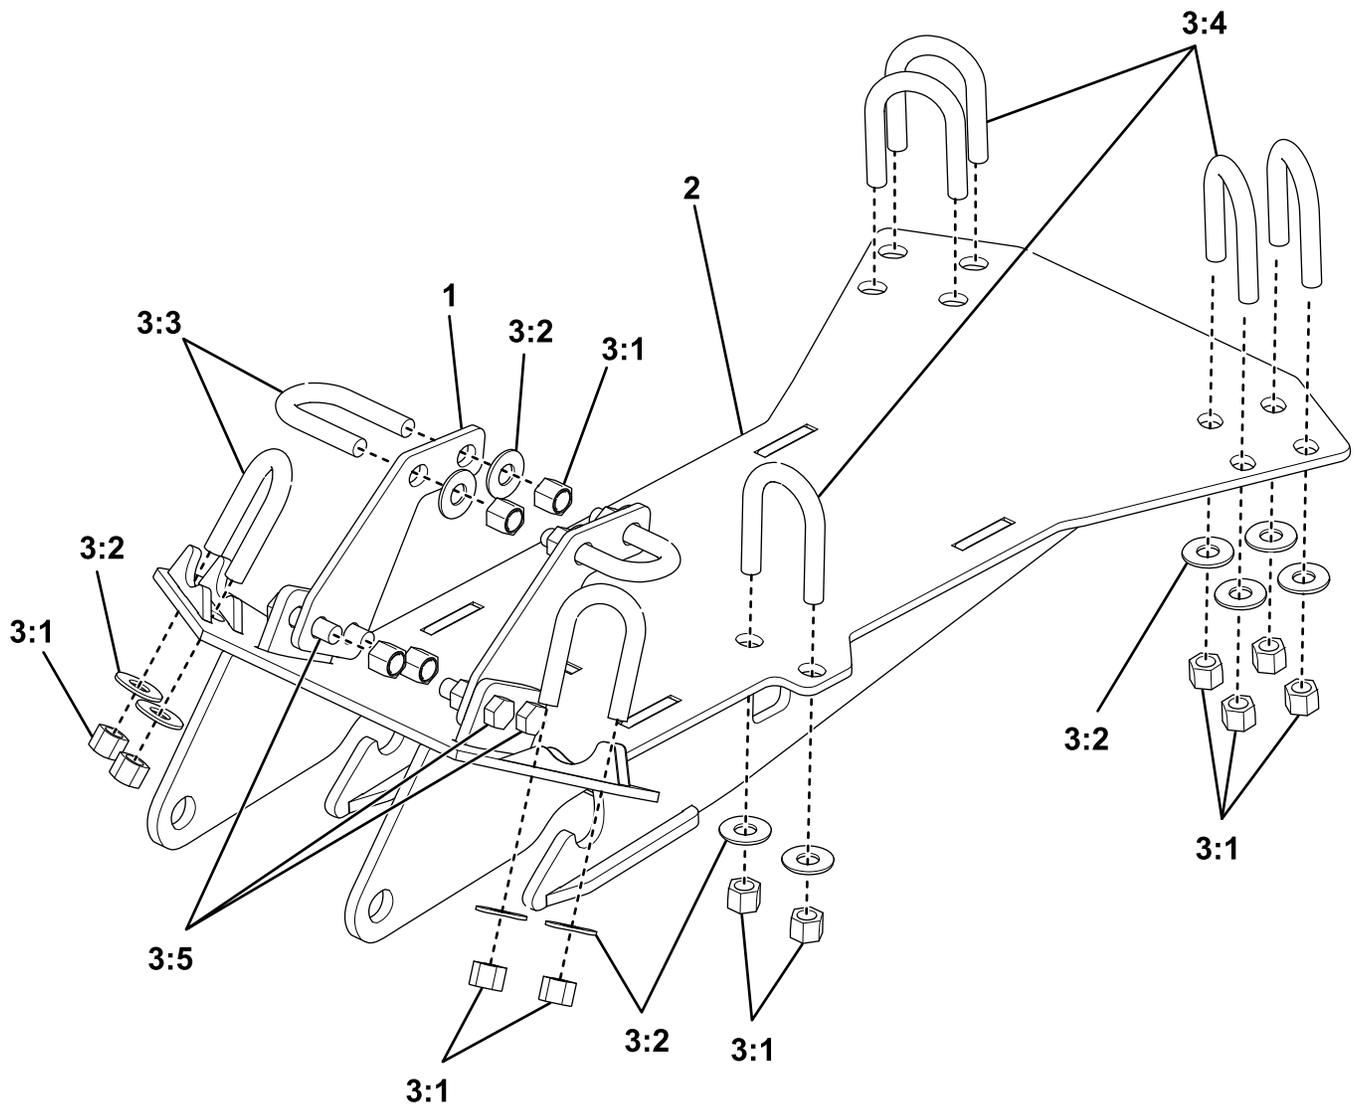

**Bild 3**
10. Befestigen Sie die vorderen Halterungen am vertikalen Rohrrahmen unterhalb der Winde mit zwei dünnen U-Bügeln, vier Unterlegscheiben und vier Sicherungsmuttern; ziehen Sie die Schrauben/Muttern nur handfest an (Bild 3).